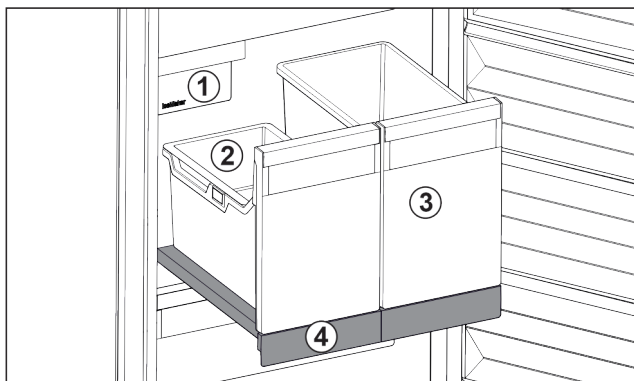

Fig. 103 Auszugsbord mit IceTower
Auf dem Auszugsbord sind zwei hohe Behälter (IceTower). Im Behälter Fig. 103 (2) werden Eiswürfel aus dem IceMaker gesammelt und gelagert. Behälter Fig. 103 (3) eignet sich für die Lagerung von hohen Lebensmitteln wie Pizzen oder alkoholischen Getränken.